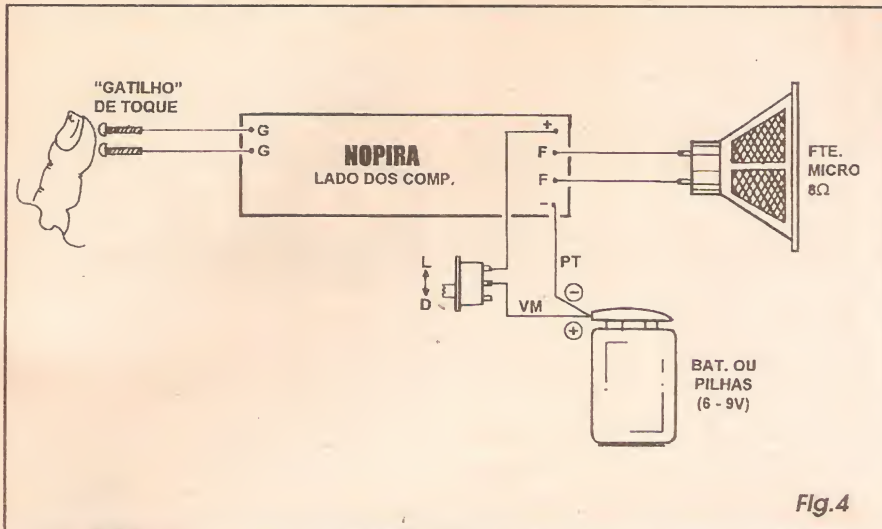

Fig. 4
- FIG. 4 - CONEXÕES EXTERNAS À PLACA - Com a placa ainda vista pela sua face não cobreada, agora abordamos as conexões externas, feitas da placa para fora... As únicas ligações polarizadas referem-se aos cabinhos da alimentação, provenientes do clip da bateria, ou do suporte das pilhas, sempre lembrando que o fio com isolamento vermelho indica o positivo, e o preto o negativo... O interruptor geral deve ser intercalado no fio do positivo da alimentação. As conexões do falantinho não são polarizadas (pelo menos num circuito tão simples e desprezencioso feito este...), e devem ser feitas por cabinhos isolados finos e flexíveis, aos pontos F-F... Finalmente, os dois contatos metálicos de toque (que - como já foi dito - podem ser supridos por dois parafusinhos comuns, usando-se suas cabeças para o toque...) devem ser ligados, também por fiozinhos no conveniente comprimento, aos pontos G-G da placa... Notar que os comprimentos dos diversos fios de conexão externa dependerão muito das próprias dimensões finais da pistola, e do
mente ocupada pelo integrado 4060...) no lay out do circuito impresso específico (placa A), também no sentido de eliminar-se a conexão original entre os pinos 12 e 3 do integrado, promovendo-se a conexão do pino 12 via resistor de 10K (observar as posições das novas ilhas e pistas acrescentadas...) ao negativo geral da alimentação... Finalmente, na FIG. C (comparar com a FIG. 4 - pág. 36 - APE 29) são mostradas as alterações relativas ao chapeado, ou seja: no lado não cobreado da placa... Ob-